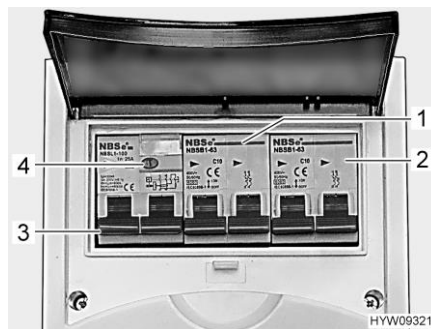

Bild 115 Ledningsskyddsbrytare och FI-brytare (230-V-säkringslåda)
En jordfelsbrytare (FI-brytare) (Bild 115,3) i säkringslådan säkrar hela fordonet mot felström (30 mA).
Den efterkopplade ledningsskyddsbrytaren (10 A) (Bild 115,1) säkrar 230-V-uttagen, strömaggregatet, det extra strömaggregatet och kylskåpet.
Vid fordon med extrautrustning, t.ex. en klimatanläggning, säkrar en extra ledningsskyddsbrytare (16 A) (Bild 115,2) apparaten.
**Kontrollera jordfelsbrytare:** ■ När fordonet är anslutet till 230 V-försörjningen: Tryck på kontrollknappen (Bild 115,4). Jordfelsbrytaren (FI) måste lösa ut.